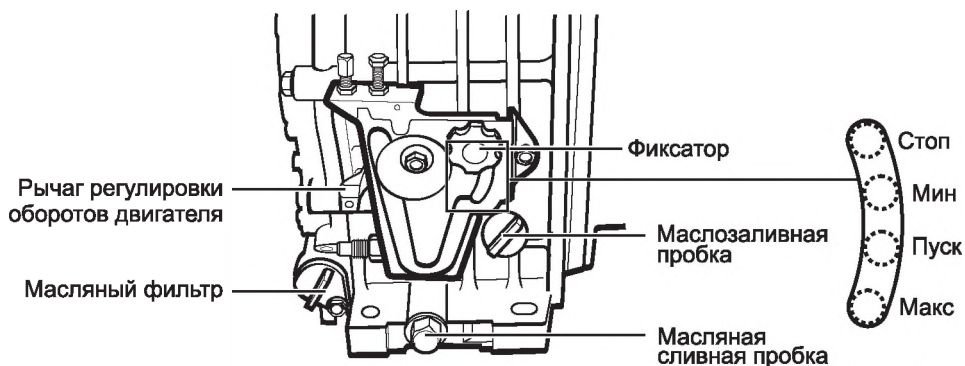

Рис. 10
- Управление работой мотопомпы осуществляется с помощью фиксатора и шкалы на блоке управления (рис. 10). Чтобы переместить фиксатор в нужное положение, открутите его против часовой стрелки, чтобы зафиксировать - закрутите по часовой стрелке.
- Установите фиксатор оборотов двигателя на блоке управления запуском и оборотами двигателя в положение «ПУСК» (рис. 10) и зафиксируйте, закрутив его. **Ни в коем случае**
- После запуска переведите фиксатор оборотов двигателя на блоке управления запуском и оборотами двигателя в положение «МИН» (рис. 10) и зафиксируйте.
- Установите фиксатор оборотов двигателя на блоке управления запуском и оборотами двигателя в положение «ПУСК» (рис. 10) и зафиксируйте, закрутив его. **Ни в коем случае не устанавливайте фиксатор в положение «МАКС»!**
- слейте воду из выпускного шланга и корпуса мотопомпы через сливную пробку (рис. 10).